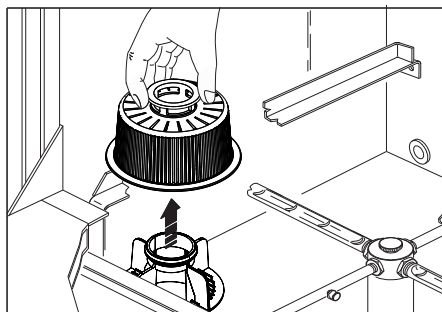

Рис. 17
5. Снимите и очистите фильтр циркуляционного насоса (рис. 17, стр. 184) и, при наличии, фильтры ванны.